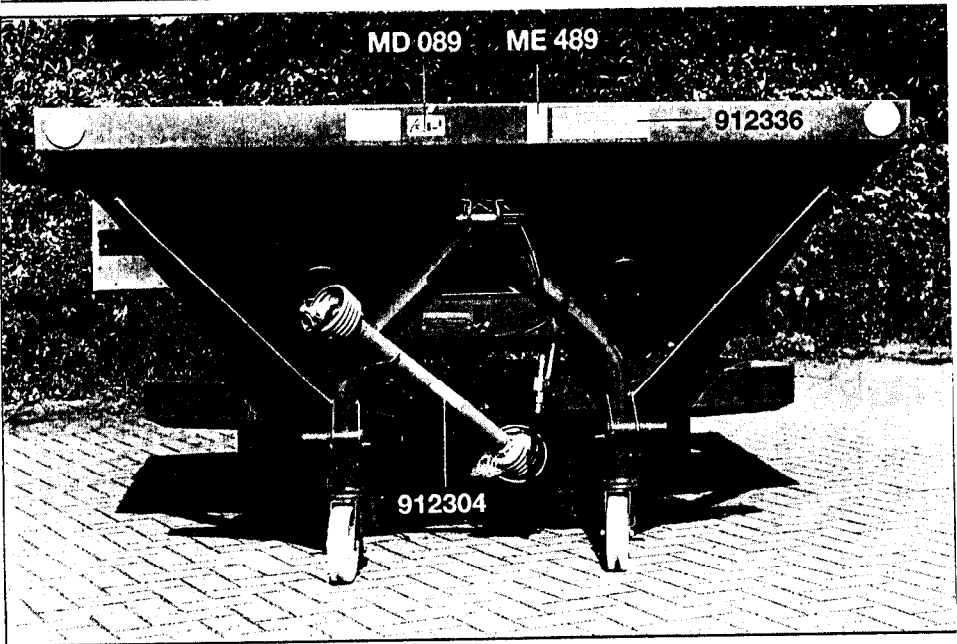
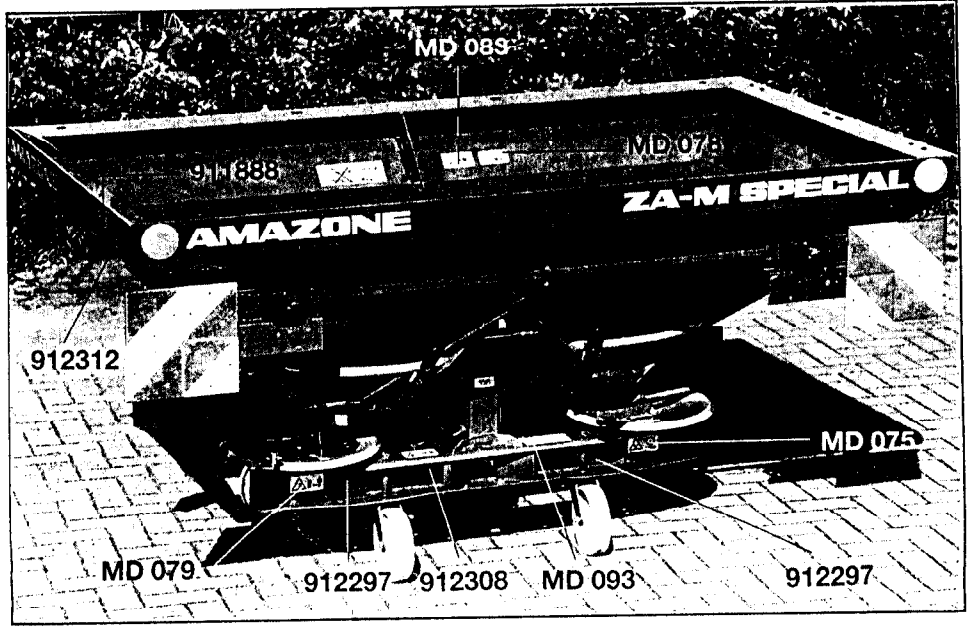

Fig. 1
Fig. 2
- Fig. 1 und Fig. 2 zeigen die Befestigungsstellen der Warnbildzeichen und Hinweisschilder. Die entsprechenden Erläuterungen finden Sie auf den folgenden Seiten.